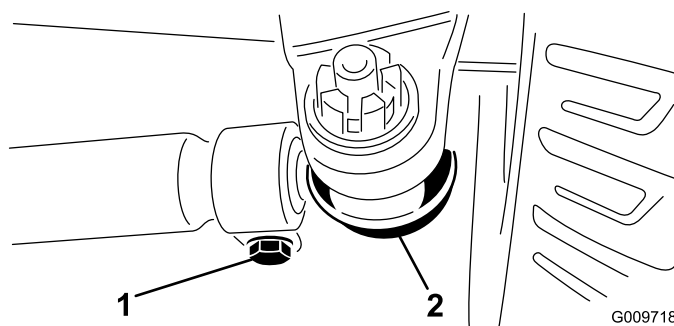

Figure 44
2. Pour le régler, retirez la goupille fendue et l'écrou de l'une des rotules de biellette (Figure 44). Déposez la rotule de biellette du support du corps d'essieu.
3. Desserrez les fixations aux deux extrémités des biellettes (Figure 44).